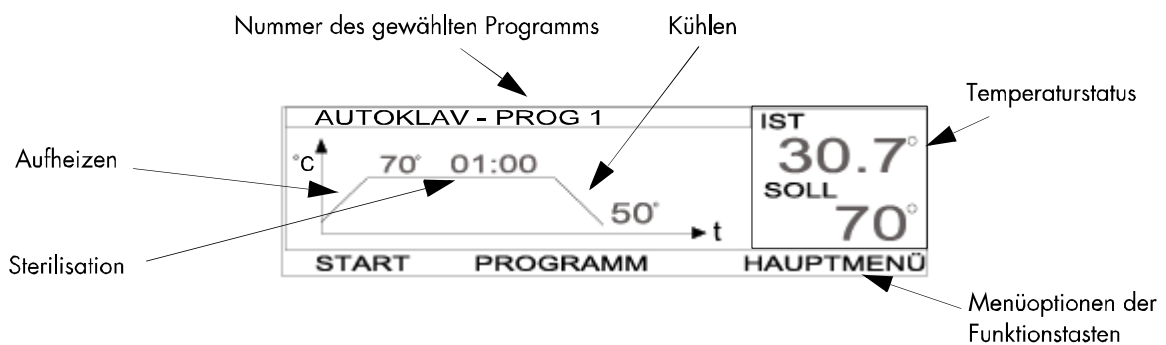

Abbildung 4.2: Der Bildschirm AUTOKLAV PROG [1]
Abbildung 4.2 zeigt das Fortschreiten des AUTOKLAV-Zyklus, so wie es auf dem Bildschirm AUTOKLAV PROG [#] dargestellt wird.
1. In der Startanzeige **AUTOKLAV** drücken (Siehe Abschnitt 3.4.1). Der Bildschirm AUTOKLAV PROG [#] erscheint (Siehe Abbildung 4.2)